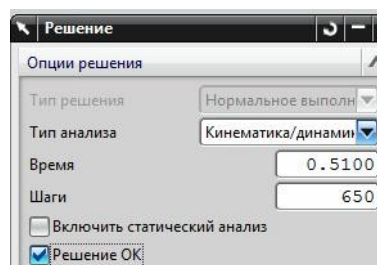

рис.8
- Рекомендуемые параметры *Решения* для примера рис.3 показаны на рис.8.